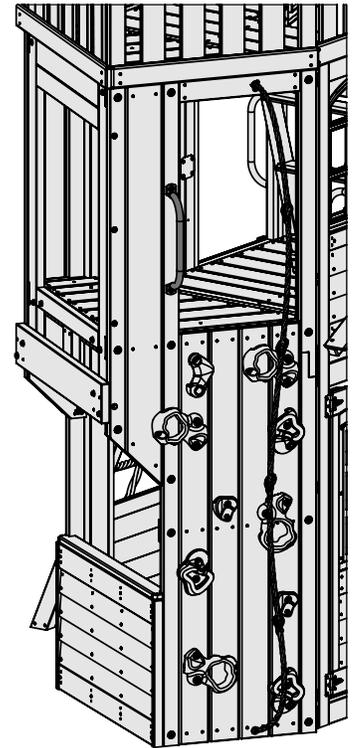

Figure 67.2
C : Passez la corde dans le trou dans la partie inférieure du Mur d'escalade F (056) et tirez fermement. Nouez la corde de manière sûre avec un nœud simple (figure 67.2).